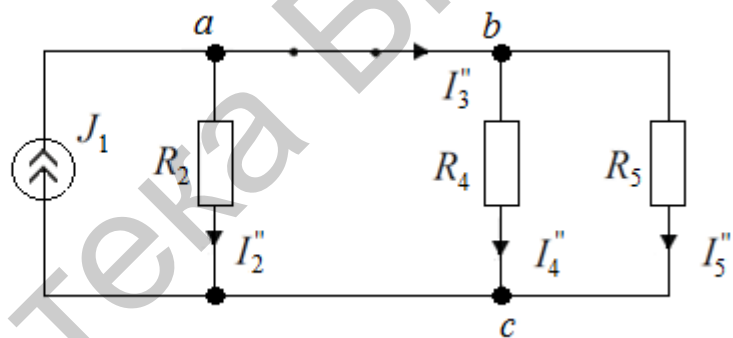

Рис. 42
2. Исключаем E_3 из схемы (рис. 42).